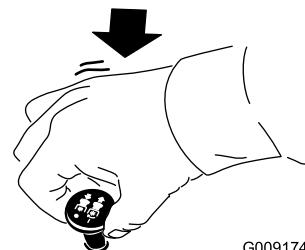

Figure 18
1. Désengagez les lames en plaçant la commande des lames en position DÉSENGAGÉE (Figure 18).